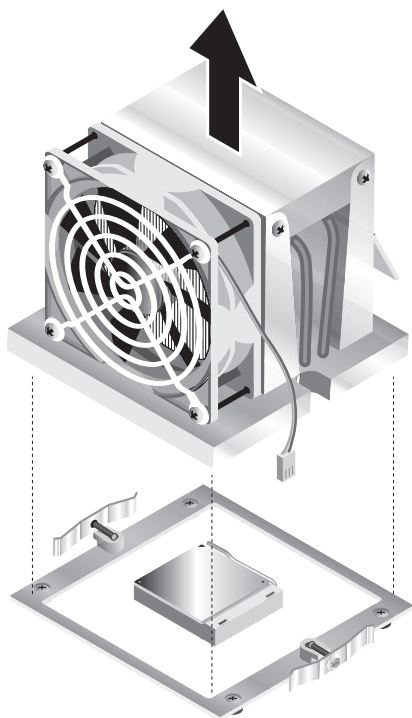

图 4-9 拆卸散热器 / 风扇组件
7. 垂直向上提拉散热器 / 风扇组件，使其从板上脱出（参见图 4-9）。